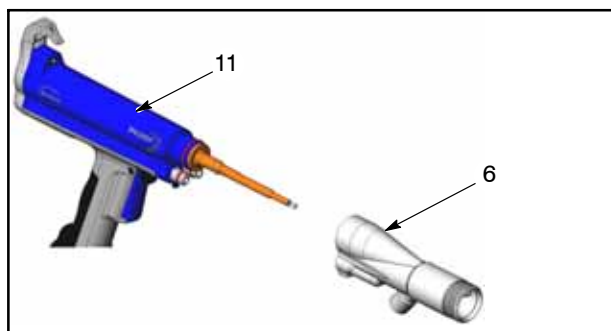

Figura 24 Extracción del adaptador
5. Ver la figura 24. Extraer el adaptador directamente del cuerpo de la pistola (11).